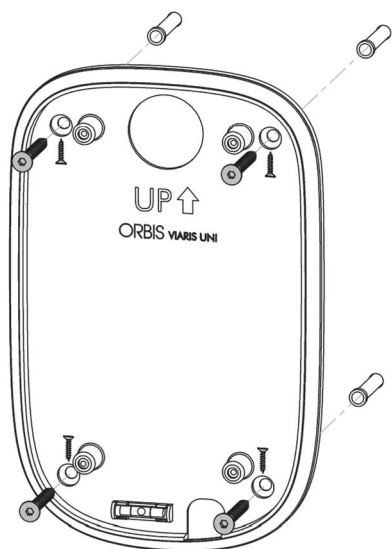

Fig.1
- Fissare la base a parete con le viti. **Fig. 1**